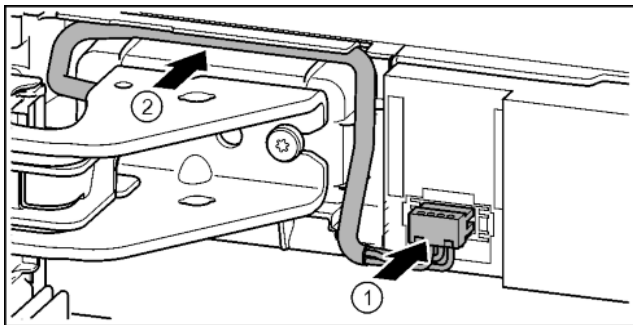

Fig. 37
- ▶ Zaklapněte zástrčku nad horním stojanem ložiska a kabelové prameny opatrně vložte do kanálu. Fig. 37 (1)
- ▶ Šedý kabel opatrně položte ve vedení nad horním stojanem ložiska. Fig. 37 (2)